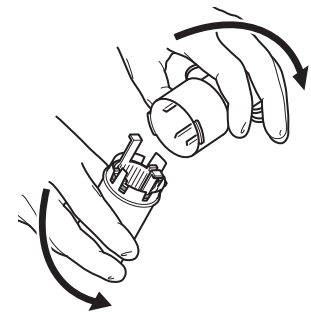

Abbildung 9 Deckel des Sammelrohrs abnehmen
1. Nach dem chirurgischen Eingriff den Deckel des Sammelrohrs abnehmen (Abbildung 9).